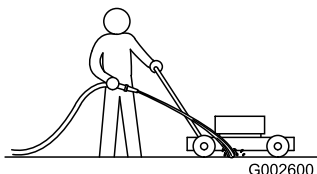

Figura 14
3. Con el motor en marcha y la cuchilla engranada, dirija un chorro de agua por delante de la rueda trasera **derecha** (Figura 14).